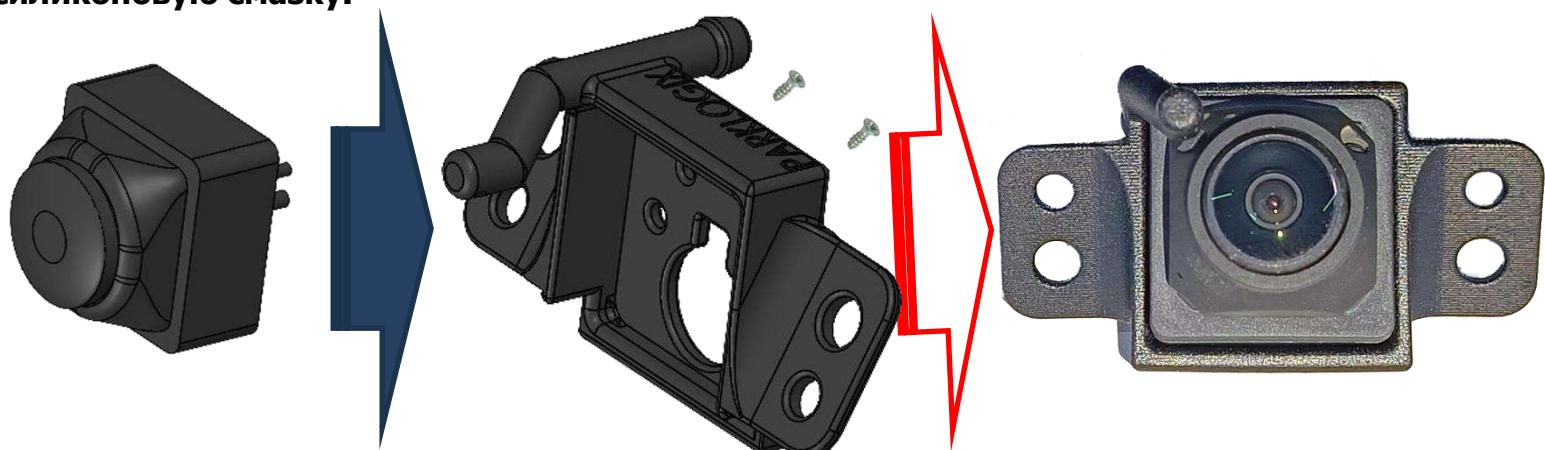

Рисунок 2
- установить камеру в корпус омывателя, зафиксировать саморезами (рис. 2);